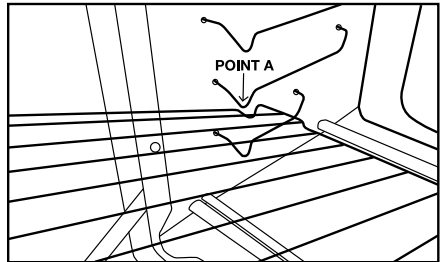

Fig. 2
2. Faire glisser la grille jusqu'à ce que l'arrière franchisse le POINT A (Fig. 2).